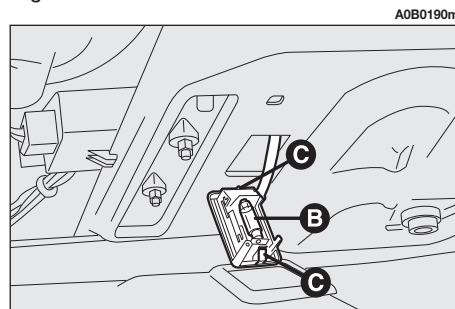

fig. 65
– Sostituire la lampada (**B-fig. 65**), di tipo cilindrico, tirandola verso l'esterno, assicurandosi che la nuova lampada sia correttamente posizionata tra i contatti.
- Rimontare il trasparente verificando l'avenuto scatto di blocco delle linguette (**C-fig. 65**).